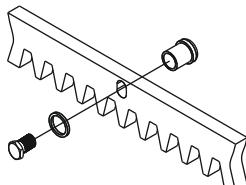

Fig. 7
**5.2.** Fijar a cada elemento de cremallera los distanciadores del soporte mediante los correspondientes tornillos de bloqueo, teniendo cuidado de posicionarlos en la parte superior del agujero (Fig. 7);